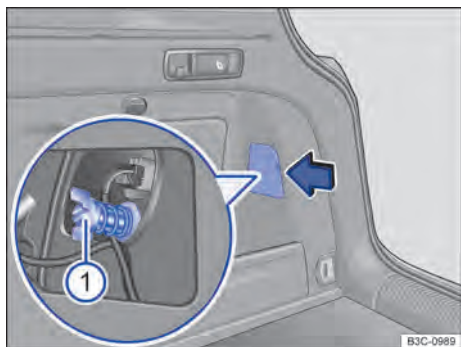

Fig. 280 Lateralmente no compartimento de bagagem: desinstalar a lanterna traseira.
3. Abrir a tampa ⇒ Fig. 280 (seta).
4. Com a lâmina da chave de fenda das ferramentas de bordo ⇒ Fig. 253, desaparafusar o parafuso de fixação ⇒ Fig. 280 ①.
14. Puxar o travamento do plugue ⑤ no sentido contrário ao da seta.
16. Com a lâmina da chave de fenda das ferramentas de bordo ⇒ Fig. 253, parafusar o parafuso de fixação ⇒ Fig. 280 ①.